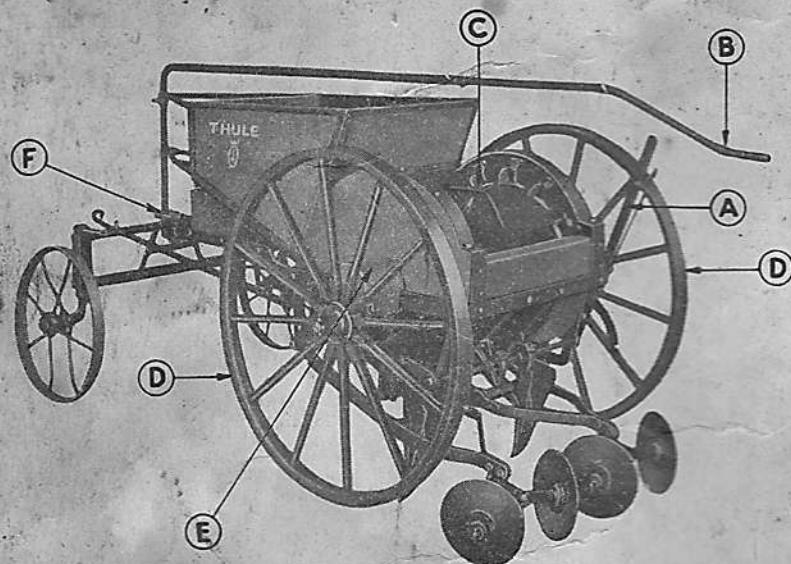
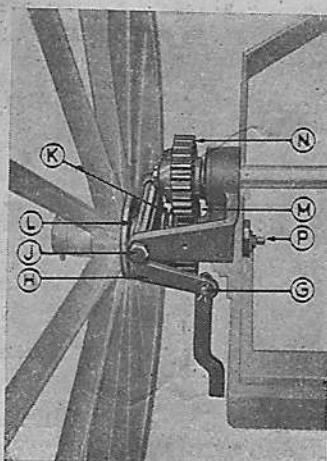

Fig. 1.
Fig. 2.
Lyft ena körhjulet, så att det kan vridas runt. Inställ lyftspaken (A fig. 1) i arbetsläge (upplyft läge) och drag därefter körhjulet runt. Kontrollera att alla gripklor fungera tillfredsställande.
När sättningen skall börja, upplyftes spaken A (fig. 1), varigenom billarna nedsänkas i arbetsläge och matarverket inkopplas.
Noggrann styrning är nödvändig för att få jämnt radavstånd. Styrningen skötes av körkarlen med styrstången B (fig. 1). För att få rätta radavståndet (600 mm.) styres maskinen "spår i spår".
Styr hästarna åt sidan och för över styrstången så långt det går. För styrstången tillbaka, när förställarehjulet nått föregående hjulspår. Sedan köres maskinen åter rakt fram "spår i spår". Om potatisen i behållaren vill "bilda valv", varigenom tillförseln till matarverket minskas, avhjälpes detta genom att föra bottenrakan (handtaget C fig. 1) fram och tillbaka.
Körhjulen D (fig. 1) och skyddskåporna E (fig. 1) avtagas. De med saxsprintar försedda bultarna G (fig. 2) i kopplingsarmarna H (fig. 2) borttagas och bultarna J (fig. 2), på vilka kopplingsarmarna svänga, skruvas loss. Därefter avtagas fjädrarna K, kopplingshylsorna L och kugghjulen M (fig. 2). Saxsprintar, kronmuttrar, medbringare och kugghjulen N (fig. 2) på mataraxeln borttagas, och i stället insättas de kugghjul, som lämna de önskade sättningsavstånden (se sid. 5).
- Kopplingshylsorna genom smörjnipporna P (fig. 2) (fett).
- Styrhylsan F (fig. 1) (fett).